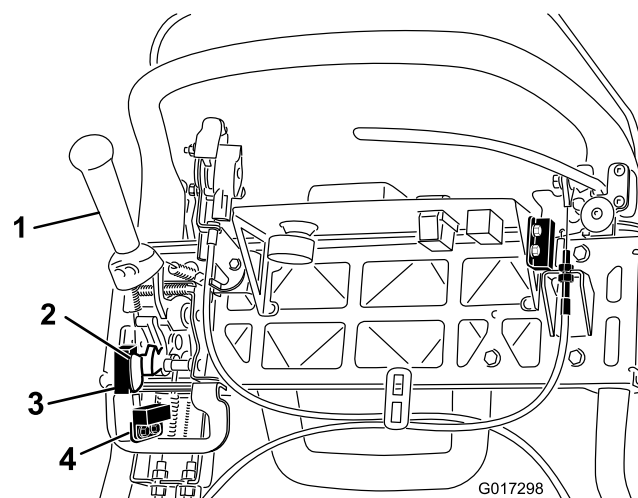

Figura 38
4. Allentate i dispositivi di fissaggio del microinterruttore di sicurezza (Figura 38).
5. Inserite uno spessore di 1,6 mm fra la leva della trazione ed il microinterruttore di sicurezza (Figura 38).
4. Allentate i dispositivi di fissaggio del sensore di tosatura (Figura 38).
5. Inserite uno spessore di 1,6 mm fra il contrassegno del sensore di tosatura e il sensore stesso (Figura 38).